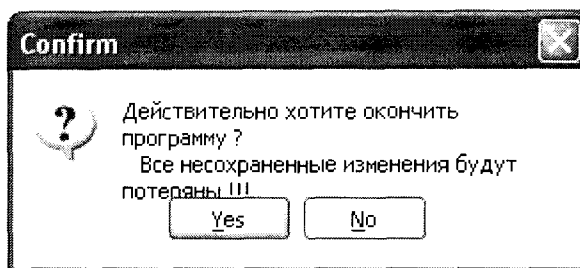

Рис.15 – Панель «Confirm»
7.3.4.34 Закрывать программу «VA Control» (выбрать Файл > Конец), появится панель «Confirm (Подтверждение)», смотри рисунок 15.